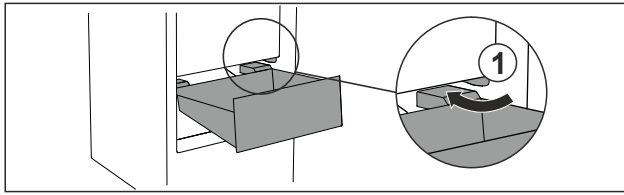

Fig. 78
- ▶ Guider le tiroir en biais en contournant les butées Fig. 78 (1).